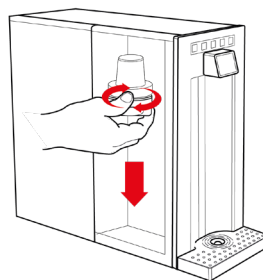

Fig. 2-29
26.14 – Svitare ed estrarre il tappo per sanificazione, ruotandolo da destra verso sinistra, vedi Fig. 2-29.